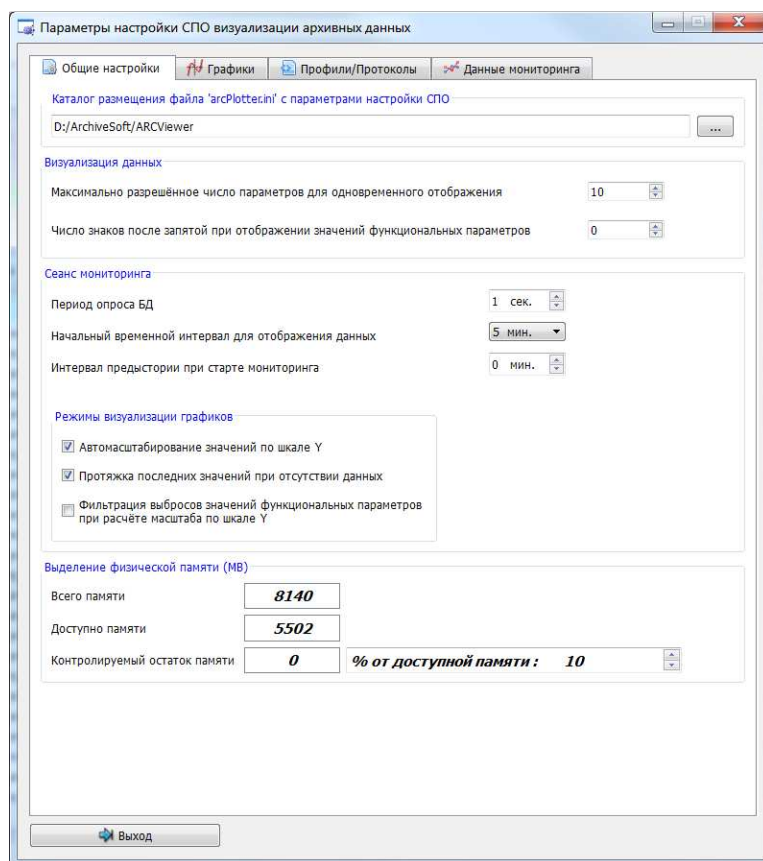

Рис. 3.23.37 – Окно «Параметры настройки СПО визуализации архивных данных», вкладка «Общие настройки»
Окно «Параметры настройки СПО визуализации архивных данных» предназначено для сохранения настроек с параметрами модуля графического отображения данных. Вид окна показан на рис. 3.23.37.
- «Общие настройки» – устанавливаются общие настройки программного модуля графического отображения данных (см. рис.3.23.37);